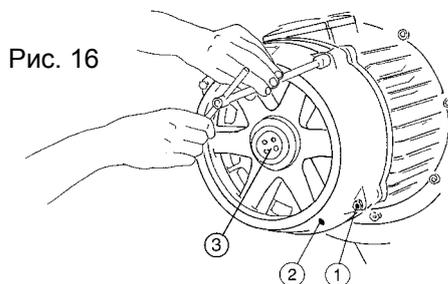
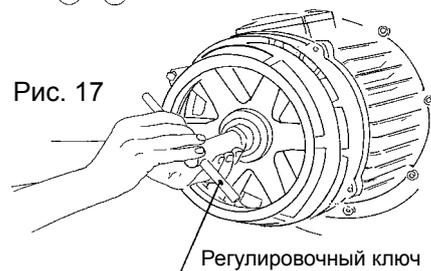
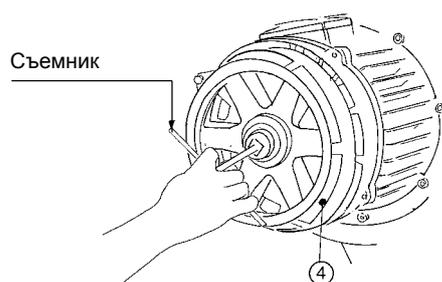

Рис. 16
Рис. 17
Рис. 18
**Демонтаж и монтаж:** проверить, чтобы не было подвешенного груза, отвинтить винты поз. 1 (Рис. 16), снять колпак тормоза поз. 2 (Рис. 16), снять регулировочную решетку тормоза поз. 3 (Рис. 16) с помощью специального ключа (Рис. 17). С помощью съемника снять вентилятор тормоза поз. 4 (Рис. 18). Установить новый вентилятор, подталкивая его вперед с помощью свинцовой киянки, установить на место колпак тормоза поз. 2 (Рис. 16) и винты поз. 1 (Рис. 16), после этого приступить к регулировке, как указано в разделе “Регулировка вентилятора тормоза” на стр. 65.